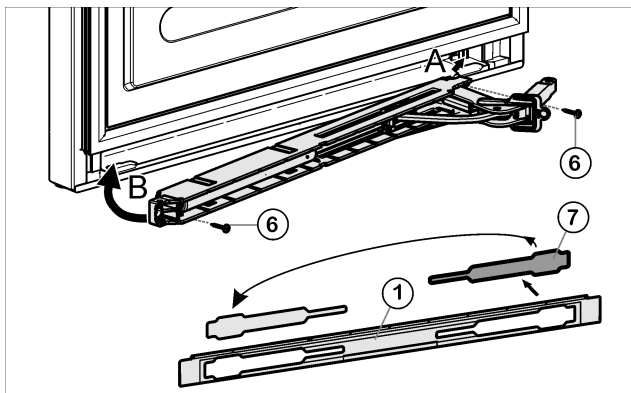

Fig. 12
- Lossa täckbrickan *Fig. 12 (7)* från panelen *Fig. 12 (1)* och sätt den på den andra sidan.
- Haka i (A) och sätt i stängningsdämparenheten med den rörliga leden pekande mot gångjärnssidan.
- Skruva fast stängningsdämparenheten (2 gånger Torx 15) *Fig. 12 (6)*.